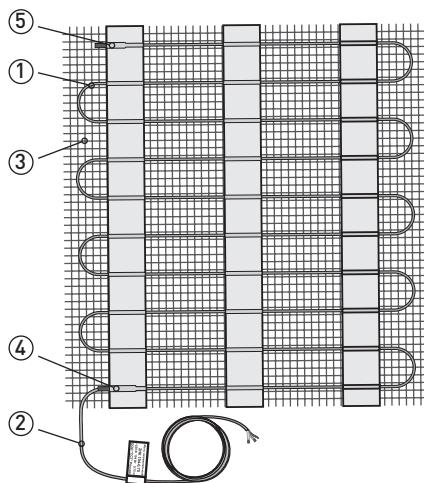

Рис. 2
Нагревательный мат (рис. 2) – это отрезок нагревательного кабеля фиксированной длины (1), оснащенный установочными проводами (2), закрепленный на стеклосетке (3). Соединения кабеля с установочными проводами и концевая заделка выполнены в герметичных соединительных (4) и концевых (5) муфтах, прошедших многократную проверку в заводских условиях.